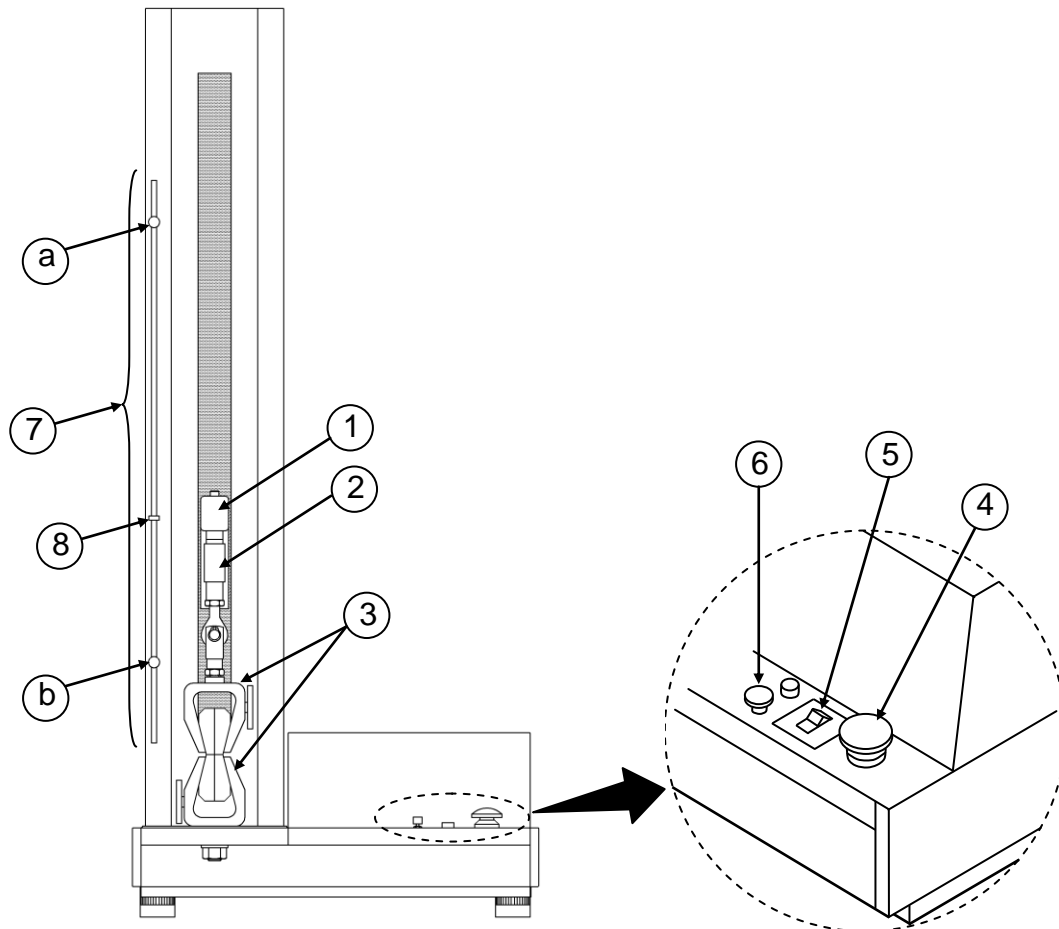

Рис. 3-1 Испытательная машина серии STB, вид спереди
**Испытательная машина серии STB, вид спереди (Рис. 3-1)**